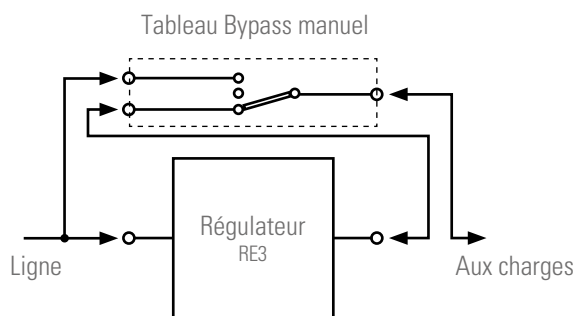
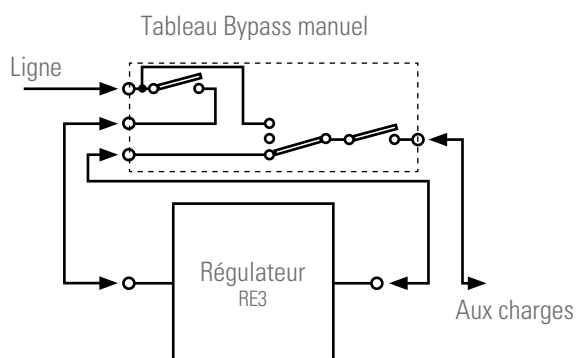
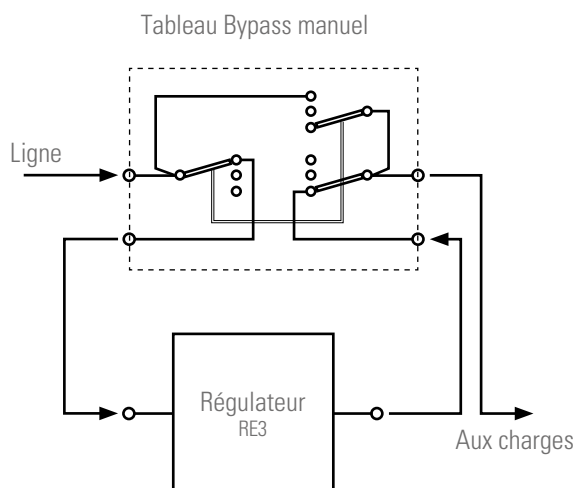

Fig. 16. Connexion régulateur avec Tableau de Bypass manuel à commutateur simple.
Fig. 17. Connexion régulateur avec Tableau de Bypass manuel à commutateur simple et protections.
Fig. 18. Connexion régulateur avec Tableau de Bypass manuel à commutateur double.
- Les connexions entre le Tableau de Bypass et le réseau d'alimentation, le régulateur et les charges différeront si le Tableau est à commutateur simple (voir Fig. 16), si dispose, en outre, d'interrupteurs de protection (voir Fig. 17) ou si a un commutateur double (voir Fig. 18).